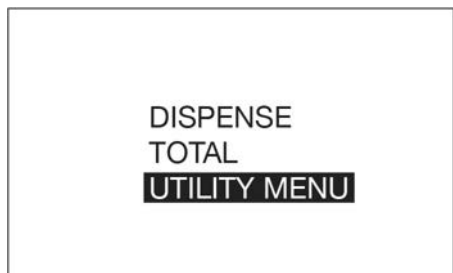

图 23
3. 使用键盘上的向上或向下箭头按钮高亮显示实用程序菜单(图 23), 然后按键盘中央的 ENTER 按钮选择实用程序选项。